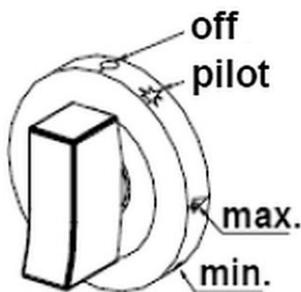

Fig. 8
2. Portare il regolatore di gas (7, fig. 1) sul segno OFF. ○ ("OFF"), fig. 8).
3. Premere il regolatore di gas (7).
4. Tenere premuto il regolatore di gas (7) e ruotarlo in senso antiorario per l'impostazione della fiamma pilota ★ ("Pilota").